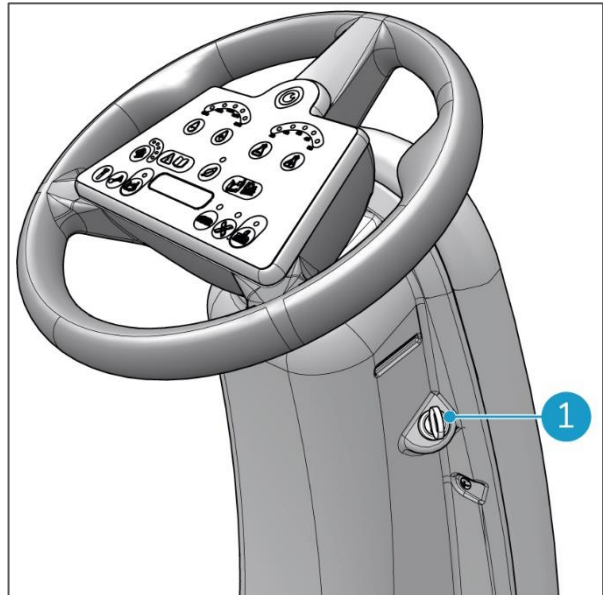

Figura 30
1. Coloca la llave de encendido en el orificio de la llave (Figura 30, pos. 1).